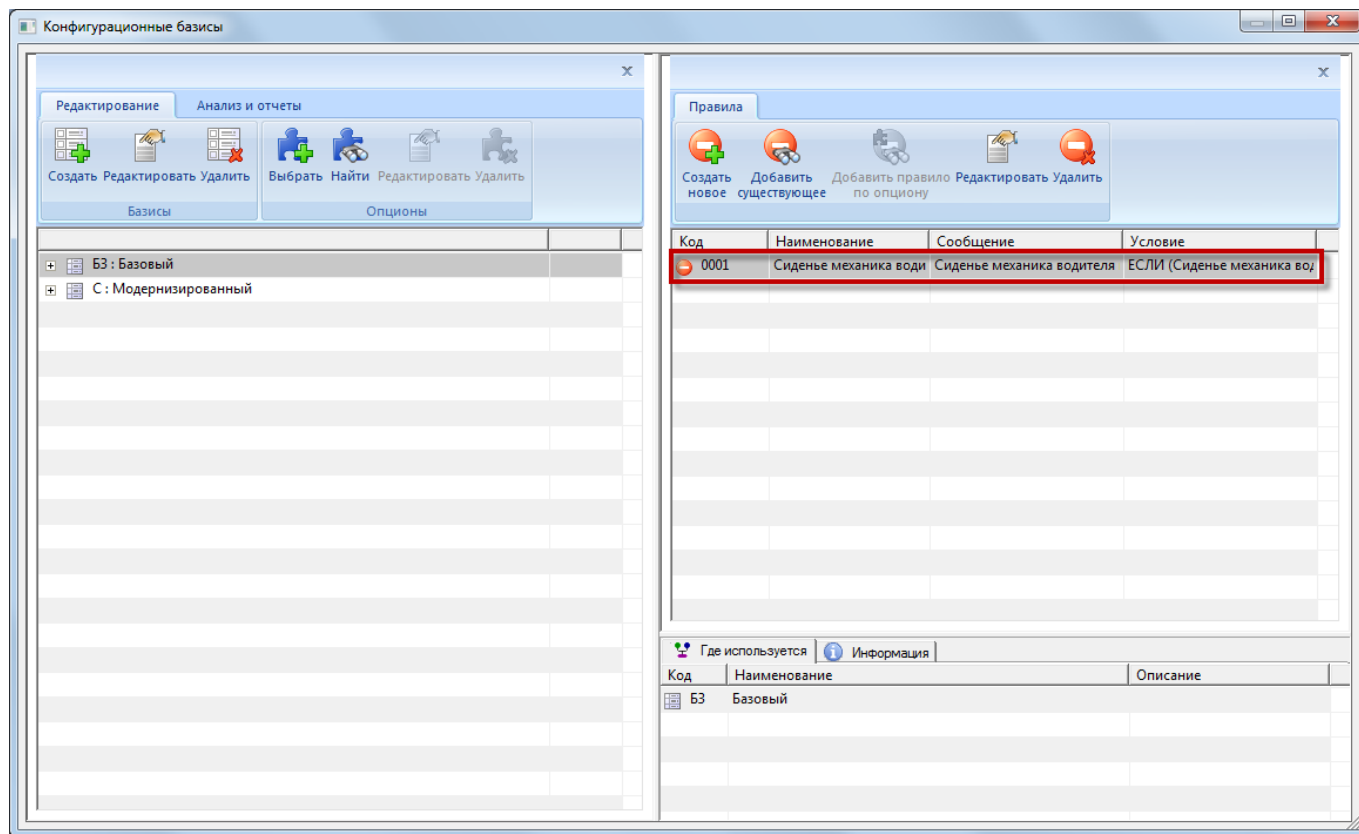

Рис. 13-56 – Правило совместимости опционов в окне редактора базисов
15) Для завершения формирования правила совместимости нажать кнопку «ОК» в диалоговом окне «Добавление правила». После этого произойдет возврат в окно «Конфигурационные базисы» (рис. 13-56). В правой части окна показаны параметры созданного правила совместимости.